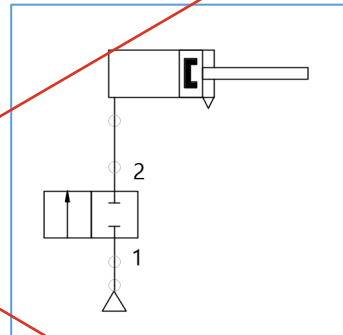

Figuur 1
- c) Bepaal met behulp van de grafiek in figuur 1 hoeveel gram water er op de bodem van de opslagtank verzameld is op het koudste moment van de nacht. (4p)